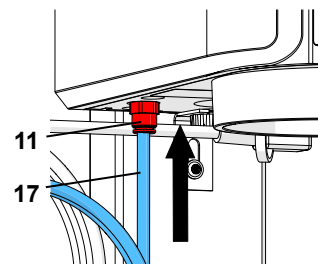

Abb. 5-a
**Bei früheren Geräten ist der Eingangsfilter (12) außerhalb des Geräts angeordnet (Abb. 5-b). In diesen Fällen den Druckluftschlauch (17) in den in Eingangsfilter (12) einschieben. Dabei ist ein leichter Widerstand spürbar zu überwinden.**